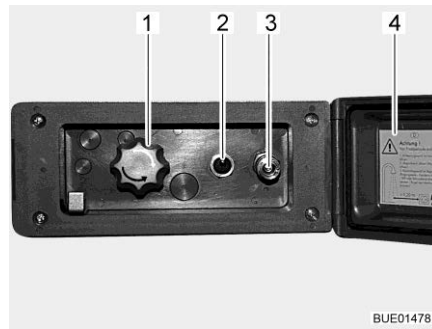

Bild 168 Duschanslutning utsida
- Lås upp och öppna locket (Bild 168,4).
- Anslut ytterduschens slang med snabbkopplingen (Bild 168,3).
- Koppla in vattenpumpen med brytaren (Bild 168,2).
- Ställ in vattentemperaturen enligt önskemål med vredet (Bild 168,1).
- Koppla ur vattenpumpen med brytaren (Bild 168,2).
- Stäng locket (Bild 168,4) och lås det med nyckeln.
- Ställ vredet (Bild 168,1) på mittläget.